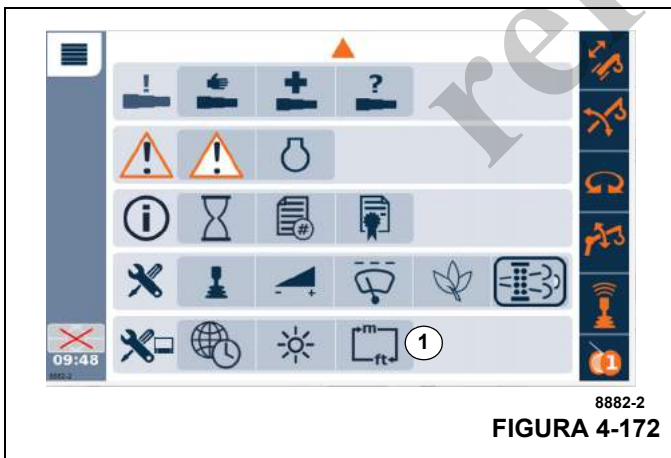

FIGURA 4-172
- Abra el menú de conmutación de unidades (1, Figura 4-172).